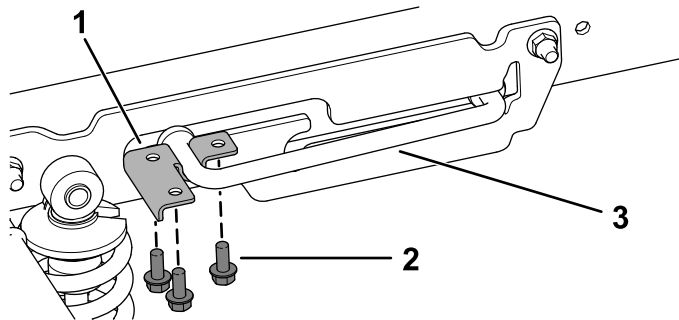

Figure 2
2. Retirez les 3 vis à embase (5/16" x 3/4") et le support en U de la béquille (Figure 2).